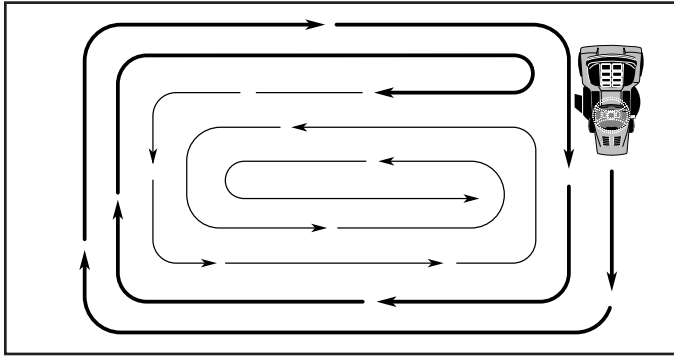

FIG. 7
- Pour tondre une grande surface, on vous conseille de commencer par tourner à droite, de façon à ce que l'herbe ne soit pas déversée sur les arbutustes, les clôtures, les allées, etc. Après un ou deux tours, tondez en sens inverse en tournant à gauche jusqu'à ce que le travail soit achevé (Voir la Fig. 7).